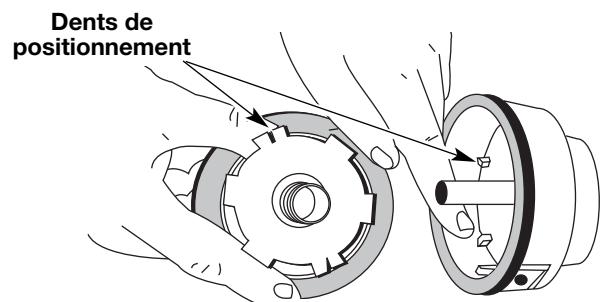

Fig. 17
- Vérifiez l'état d'usure des dents de positionnement sur le moulinet intérieur et la bobine extérieure (Fig. 17). Enlevez les ébarbures ou remplacez le moulinet et la bobine au besoin.